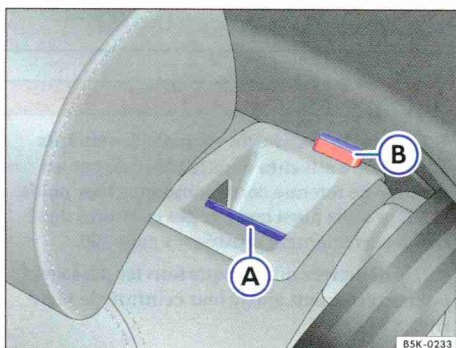

Fig. 45 Banquette arrière : commande de déverrouillage (A) ; repère rouge (B).
- Tirez la touche de déverrouillage \Rightarrow fig. 45 (A) vers l'avant et escamotez simultanément le dossier.
- Le dossier est déverrouillé lorsqu'un repère rouge est visible sur la touche (B).